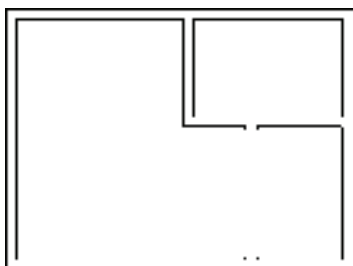

图 4-7 打开素材
1) 按〈Ctrl+O〉组合键，打开配套光盘提供的“第 4 章/4.1.2 角柱.dwg”素材文件，结果如图 4-7 所示。